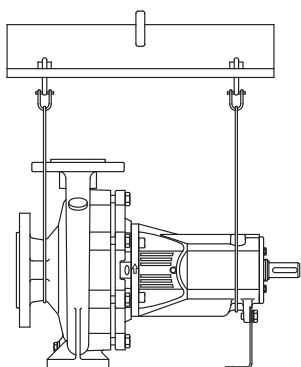
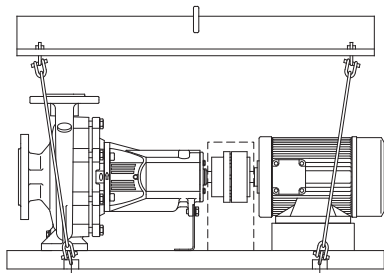

Fig.1: Transportul pompei
Fig.2: Transportul agregatului complet
- Pentru a evita deformările, ridicați pompa în mod corespunzător (Fig. 1) resp. (Fig. 2). Ocheții de prindere montați pe pompă sau pe motor nu pot fi utilizați pentru ridicarea pompei sau a întregului agregat. Acestea sunt prevăzute doar pentru transportul componentelor individuale în timpul montajului sau demontajului.